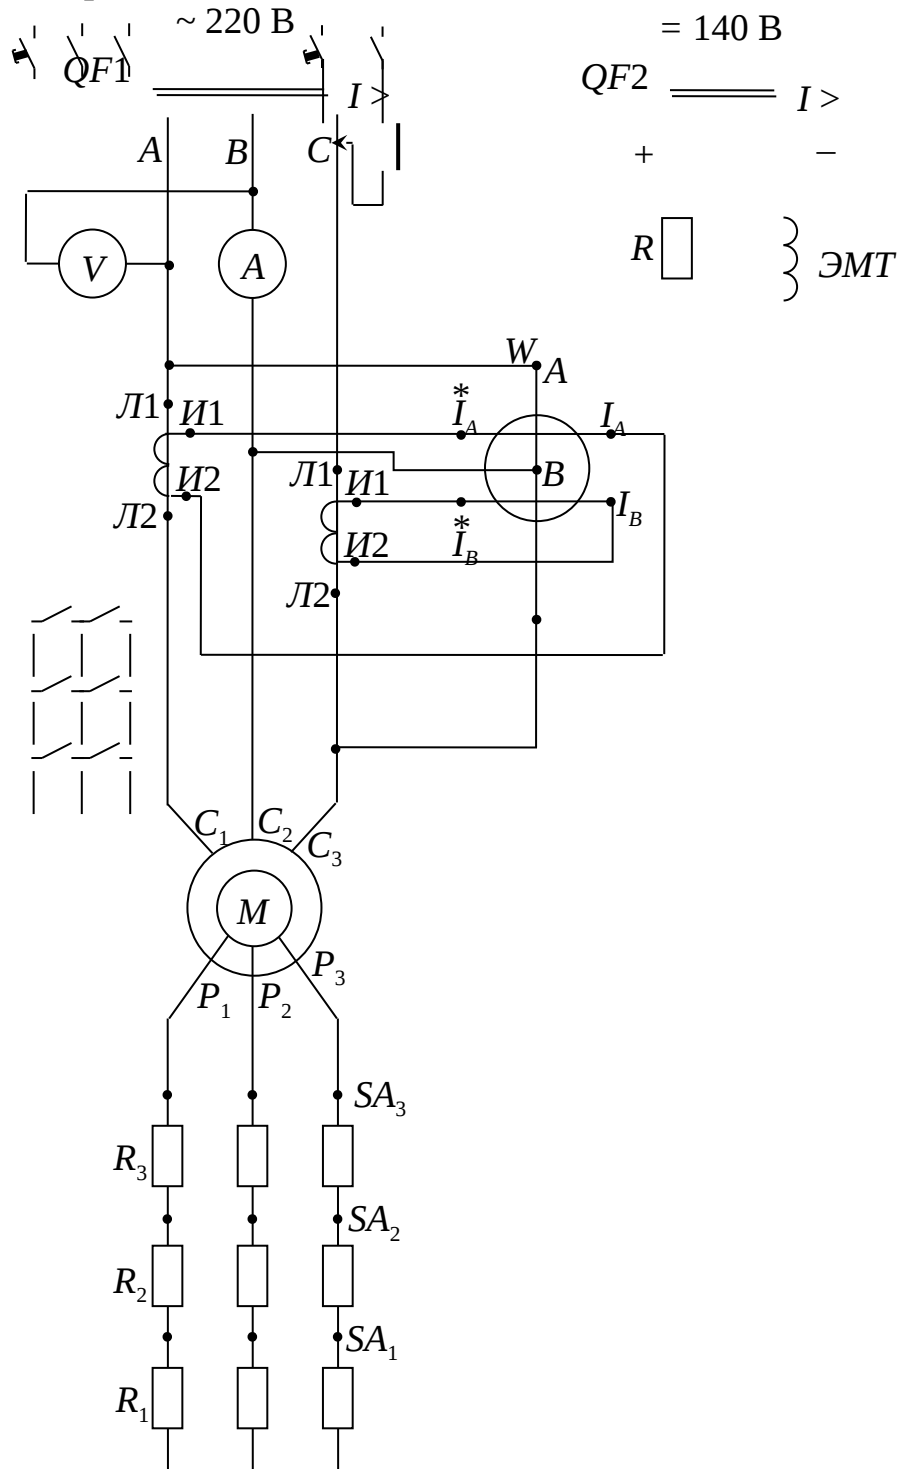

Рис. 2.1. Схема электрическая принципиальная испытания асинхронного двигателя
3. Собрать схему (рис. 2.1) и, после проверки её преподавателем, произвести пробный пуск и реверсирование двигателя.
2. Собрать схему по рис. 2.1, произвести пробный пуск и реверсирование двигателя.
6) если не поступило дополнительного указания от преподавателя, в цепь ротора включить только один переключатель SA₃ (см. схему рис. 2.1).
7) электрическая принципиальная схема рис. 2.1 (выполняется только карандашом с использованием чертежей инструментов с требованиями стандартов либо на компьютере с помощью специальных программ);